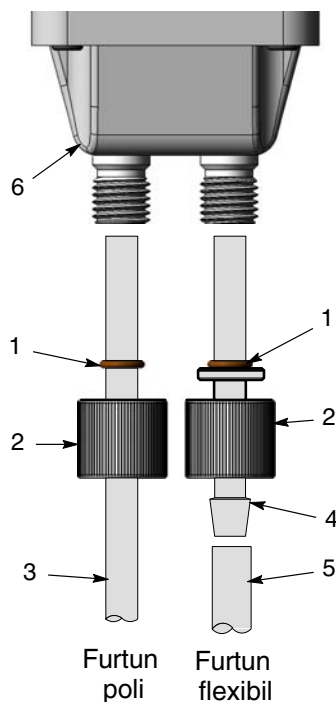

Figura 3-12 Montarea tubulaturii pompei HDLV
1. Vezi Figura 3-12. Îndepărtați o piuliță de fixare a tubului (2) și inelul de etanșare (1) de pe pompă.
2. Montați inelul O pe adaptorul pentru tub (4) până când acesta ajunge la flanșa adaptorului.
3. Montați capătul adaptorului în blocul de reglare (6).
5. Împingeți tubulatura flexibilă pentru pulbere (5) pe capătul striat al adaptorului.
1. Vezi Figura 3-12. Îndepărtați o piuliță de fixare (2) și inelul de etanșare (1) de pe pompă.
2. Culisați piulița de fixare peste tubulatura poli (3).
4. Împingeți tubulatura poli în blocul de reglare (6) până când ajunge la capăt.